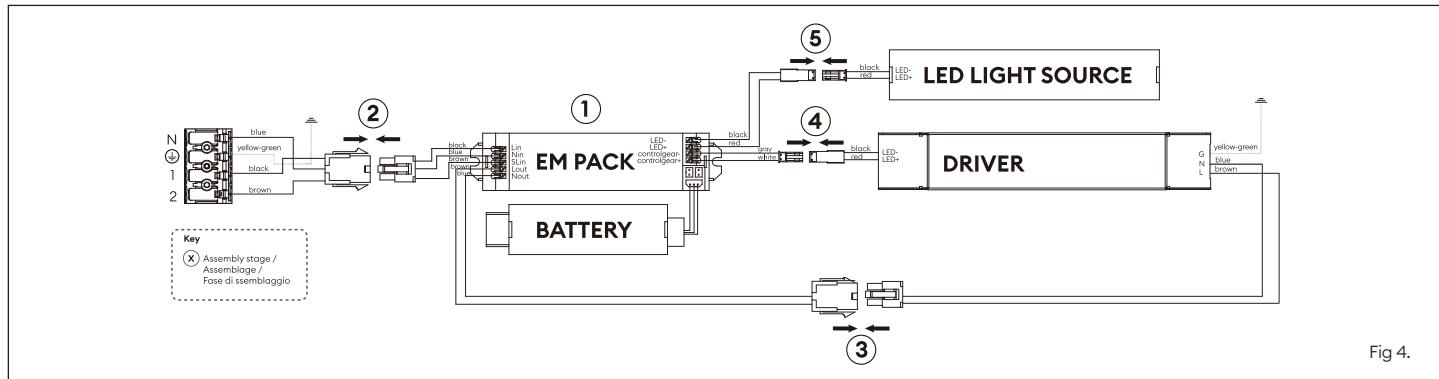

Fig 4.
- Plug in connectors through stages ②-⑤ as shown in fig 4.
- Enfichez les connecteurs selon les étapes ②-⑤ indiquées dans la figure 4.
- Collegare i connettori attraverso le fasi ②-⑤ come mostrato nella Fig. 4.